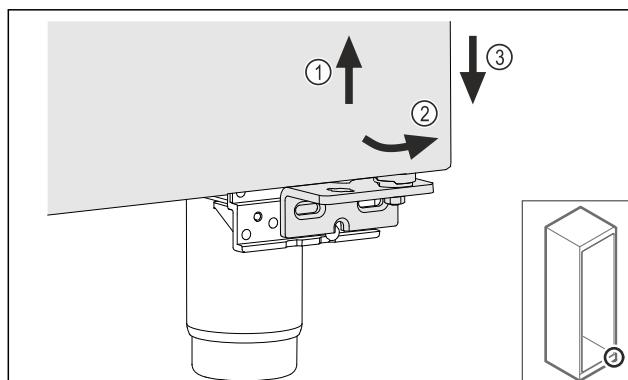

Fig. 26
- Трохи підніміть двері Fig. 26 (1), нахиліть їх знизу вперед Fig. 26 (2) та опустіть Fig. 26 (3).